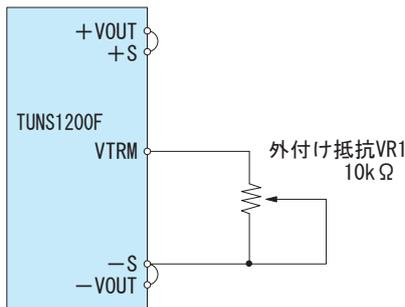

図3.7 外付け部品の接続方法(TUNS1200F)
(1) 外付け抵抗による出力電圧可変
- ボリューム（VR1）を図3.7のように接続することで出力電圧を可変することができます。